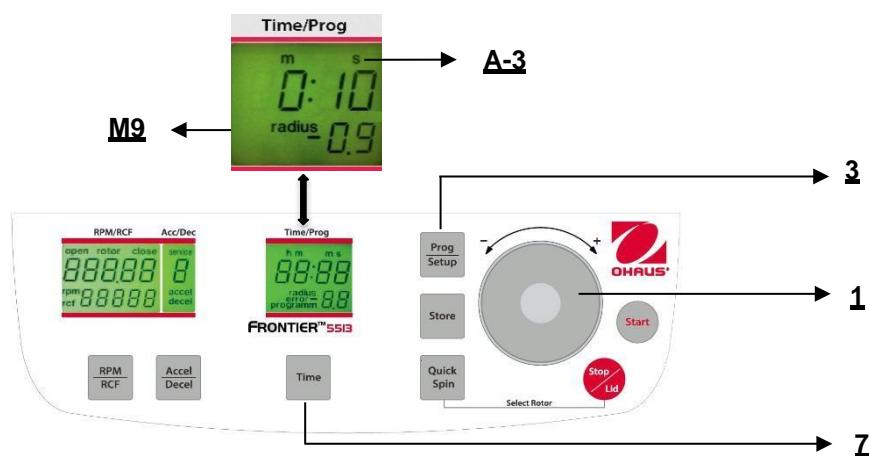

Figura. 18
Cierre la tapa, luego presione el botón "**Time**" (7) (vea la Figura 18) y el botón "**Prog/Setup**" (3) al mismo tiempo y manténgalos presionados.